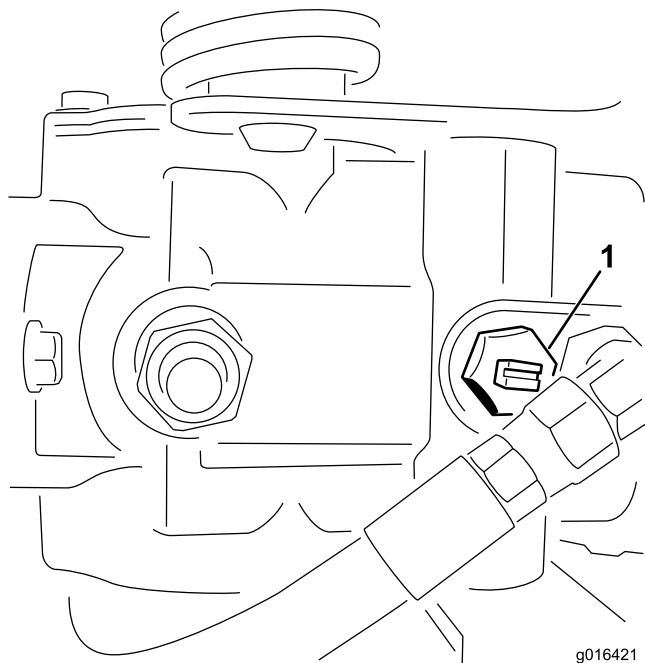

Figura 24
1. Localice la válvula de desvío en la bomba y gírela en sentido antihorario dos vueltas completas (Figura 24).
2. Antes de arrancar el motor, cierre la válvula de desvío girándola en sentido horario dos vueltas completas (Figura 24).